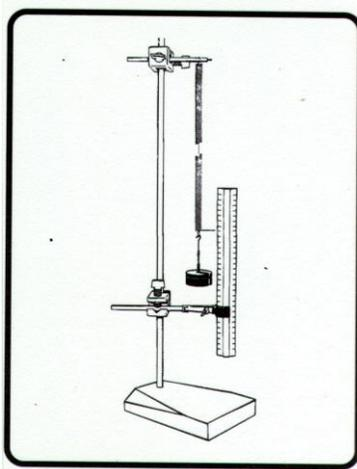

Figura 10.1
- 1.-Arme el equipo como se muestra en la Figura 10.1.